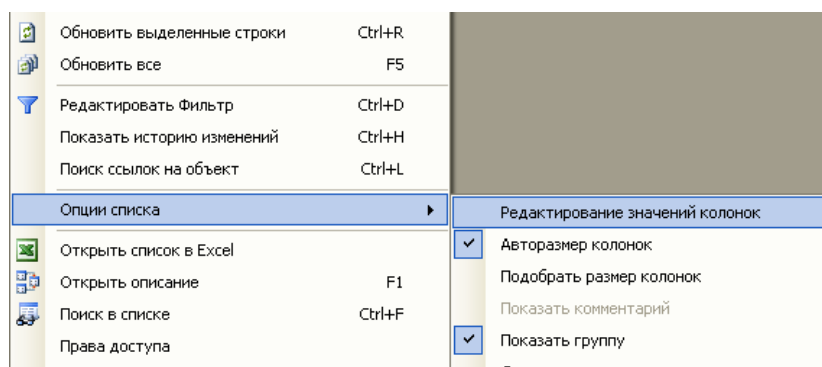

Рисунок 72 – Включение опции *Редактирование значений колонок*
7.2. В правой области (области с перечнем отчетов) окна вызовите контекстное меню при помощи правой кнопки мыши. В подменю *Опции списка* поставьте галочку рядом с пунктом *Редактирование значений колонок* (рисунок 72).